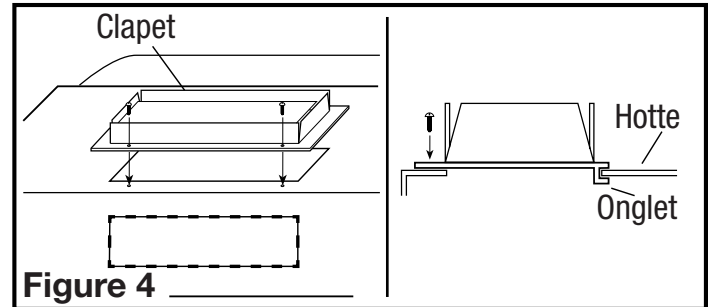

Figure 4
- Installer l'assemblage de clapet à la hotte en glissant la section à onglets de l'adaptateur sous le corps de la hotte et en vissant les deux vis fournies. À l'aide de ruban adhésif approuvé, appliquez autour du col pour sceller les fuites d'air (**Figure 4**).